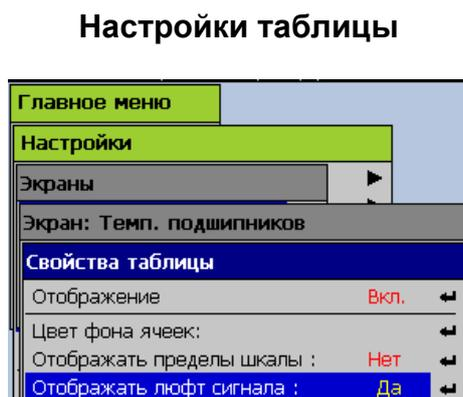

Рисунок 2.44
Неподвижные фоновые элементы мнемосхемы создаются на ПК с помощью любой программы редактирования растровых изображений и сохраняются в графический файл. В качестве изображения также может использоваться непосредственно фотография, контролируемого объекта или узла. Рекомендуемый размер файла изображения не должен превышать 1280x1024 точек. Допустимые расширения файлов изображений: *.bmp, *.jpg, *.gif, *.png. Все изображения, предназначенные для использования в мнемосхемах регистратора, загружаются на USB-flash накопитель в директорию **PMT_IMG** (все символы латинского алфавита!). Для добавления/изменения фонового изображения мнемосхемы используется первый слева элемент (1) на панели инструментов (см. рисунок 2.44а), после нажатия Enter на котором произойдет считывание с вставленного заранее съемного USB-flash накопителя файлов изображений и отображение их в списке (б) для выбора.
Рисунок 2.44а
Рисунок 2.44в